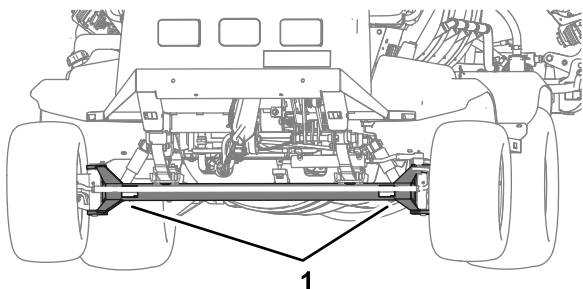
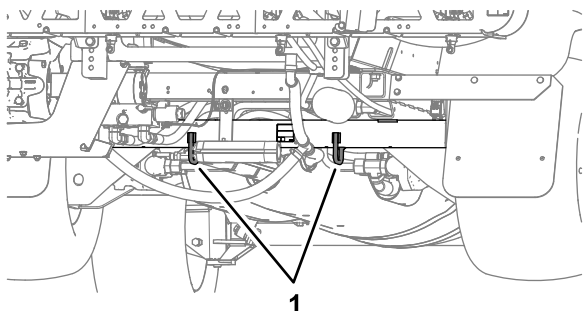

Figure 50
Figure 51
- Arrimez solidement la machine sur le véhicule de transport ; la Figure 50 et la Figure 51 montrent les points d'attache de la machine.